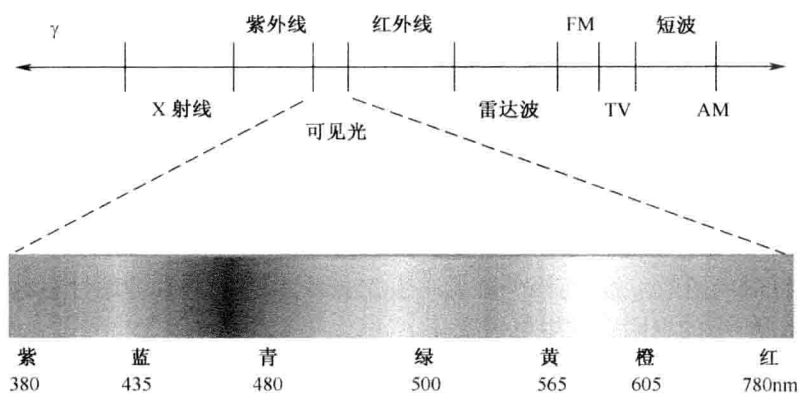

图 1-1 可见光谱与电磁波谱
如果天空中没有粉尘,就没有蔚蓝的天空。阳光由红、橙、黄、绿、青、蓝、紫七色光组成。可见光的波长在380~780nm之间,在电磁波谱^①中的位置如图1-1所示。波长越大,散射越强。白光组成的蓝、紫色光波长较短,散射作用最强;红色光波长较长,散射较弱,大部分透过。